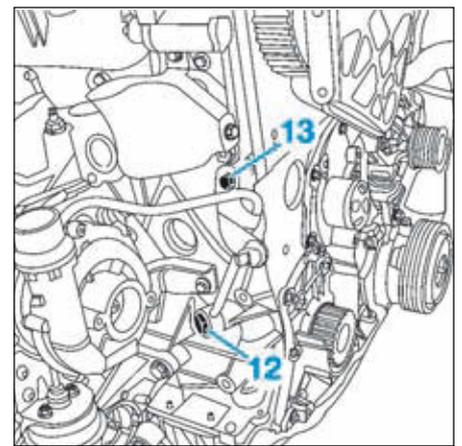

FIG.52
- la vis du tuyau d'alimentation en huile (12) (Fig.52),
- la vis de maintien du tuyau (13),